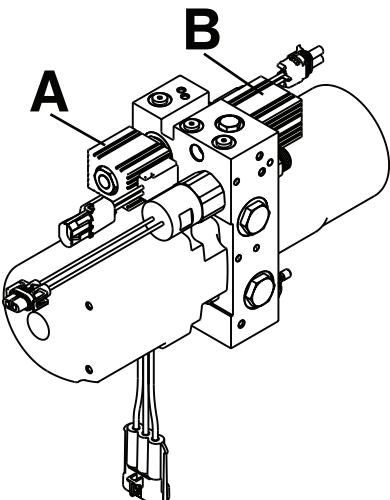

Figure 15 – Remplacement de la valve hydraulique A ou B
5. À l'aide d'une clé mixte de 3/4 po, retirer l'écrou qui fixe l'électrovanne à la vanne A (A) ou à la vanne B (B) (Figure 15). Conserver l'écrou.
7. À l'aide d'une clé mixte de 7/8 po, retirer la vanne A ou la vanne B du sous-ensemble hydraulique (Figure 15).